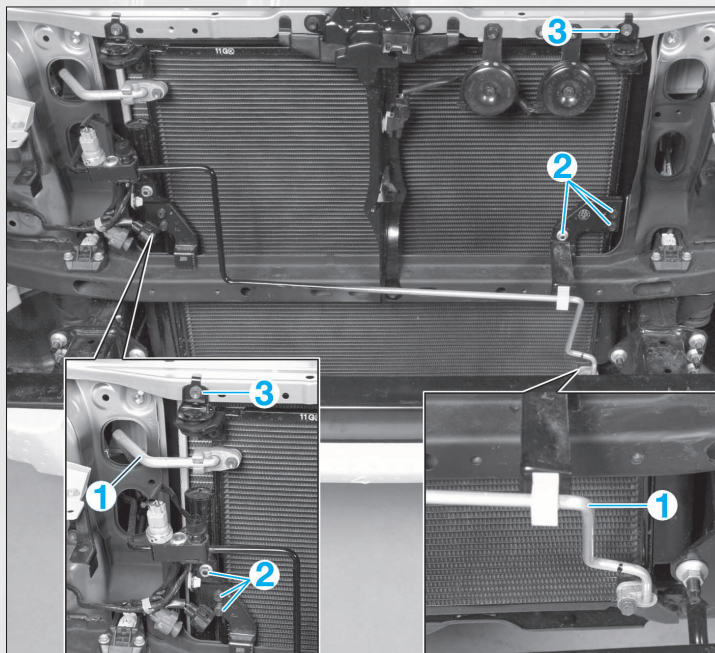

FIG. 19
- Déposer les conduites (1) sur le condenseur (fig. 19).